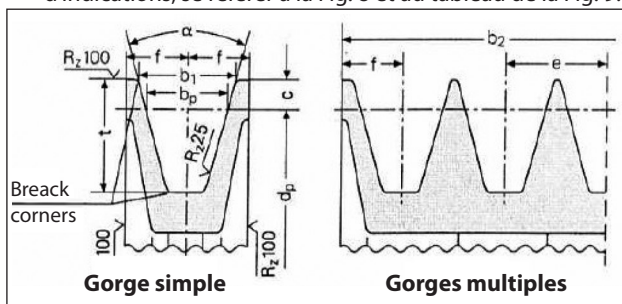

Fig. 8
- Utiliser des poulies pour courroies trapézoïdales avec les dimensions de la gorge prescrites/conseillées par le constructeur de la courroie utilisée. En cas de manque d'indications, se référer à la Fig. 8 et au tableau de la Fig. 9.